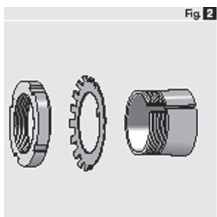

Fig. 2
- 2) Separare la ghiera e la rosetta dalla bussola (fig. 2).
- 2) Remove the nut and the locking washer from the adapter sleeve (fig. 2).
- 2) Die Zwinge und die Rosette von dem Einsatz lösen (Abb. 2).
- 2) Séparer l'embout et la rosette de la douille (fig. 2).
- 2) Separar la tuerca de regulación y la arandela del casquillo (fig. 2).